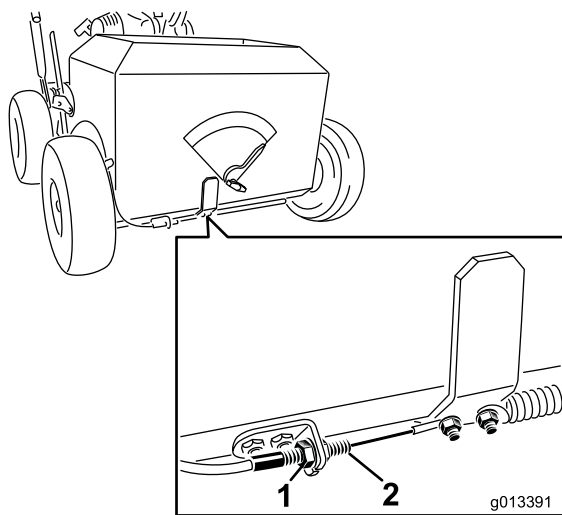

Рисунок 28
4. Ослабьте гайки на тросе управления посевной заслонкой (см. Рисунок 28).